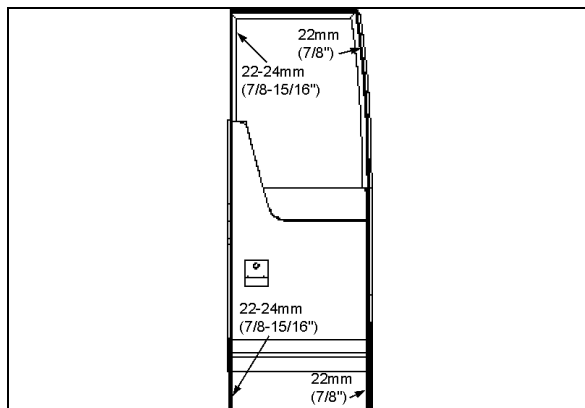

FIGURE 29: AJUSTEMENT DE LA COMPRESSION DU JOINT 18632
- Depuis l'extérieur du véhicule, insérer un bord droit dans le trou le long du périmètre extérieur de la porte. Mesurer la distance entre l'encadrement de porte et la surface extérieure de la porte aux quatre coins de la porte (Voir Figure 29).